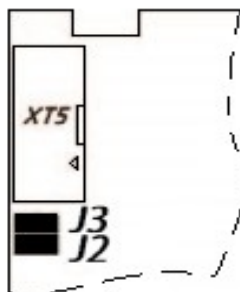

Рисунок 5.2. Установленные на плате перемычки J3-режим работы по интерфейсу RS-485 и J2-режим добавления УВС в объектовую сеть по интерфейсу RS-485
- 1) Установите на клавиатуре УВС перемычку J2. См. Рисунок 5.2.